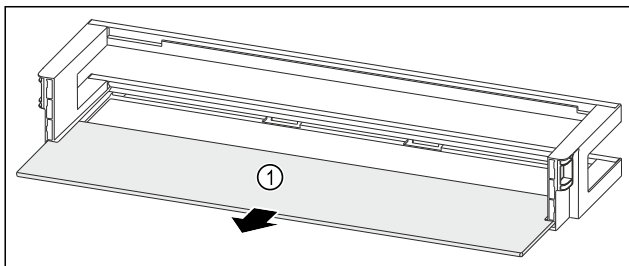

Fig. 50 Polica u vratima s policom za odlaganje
- ▶ Izvadite policu Fig. 50 (1).